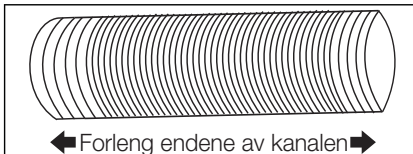
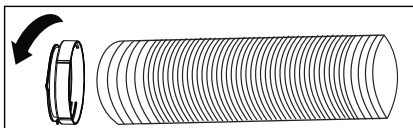

Fig. 5
Fig. 6
3. Forleng hver ende av luftkanalen (Fig. 5) og skru den fast til overgangsstykke A (Fig. 6).